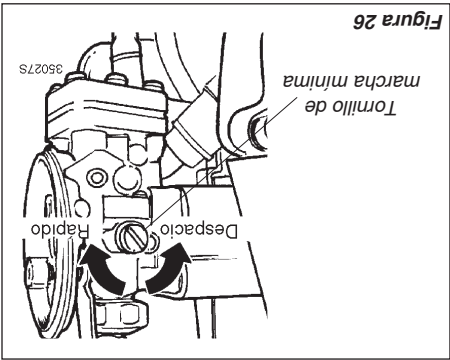

Figura 26
3. Si tiene un tacómetro disponible, la marcha mínima se debe ajustar a 3,000 rpm (±250) RPM (min⁻¹). Consulte la figura 26.